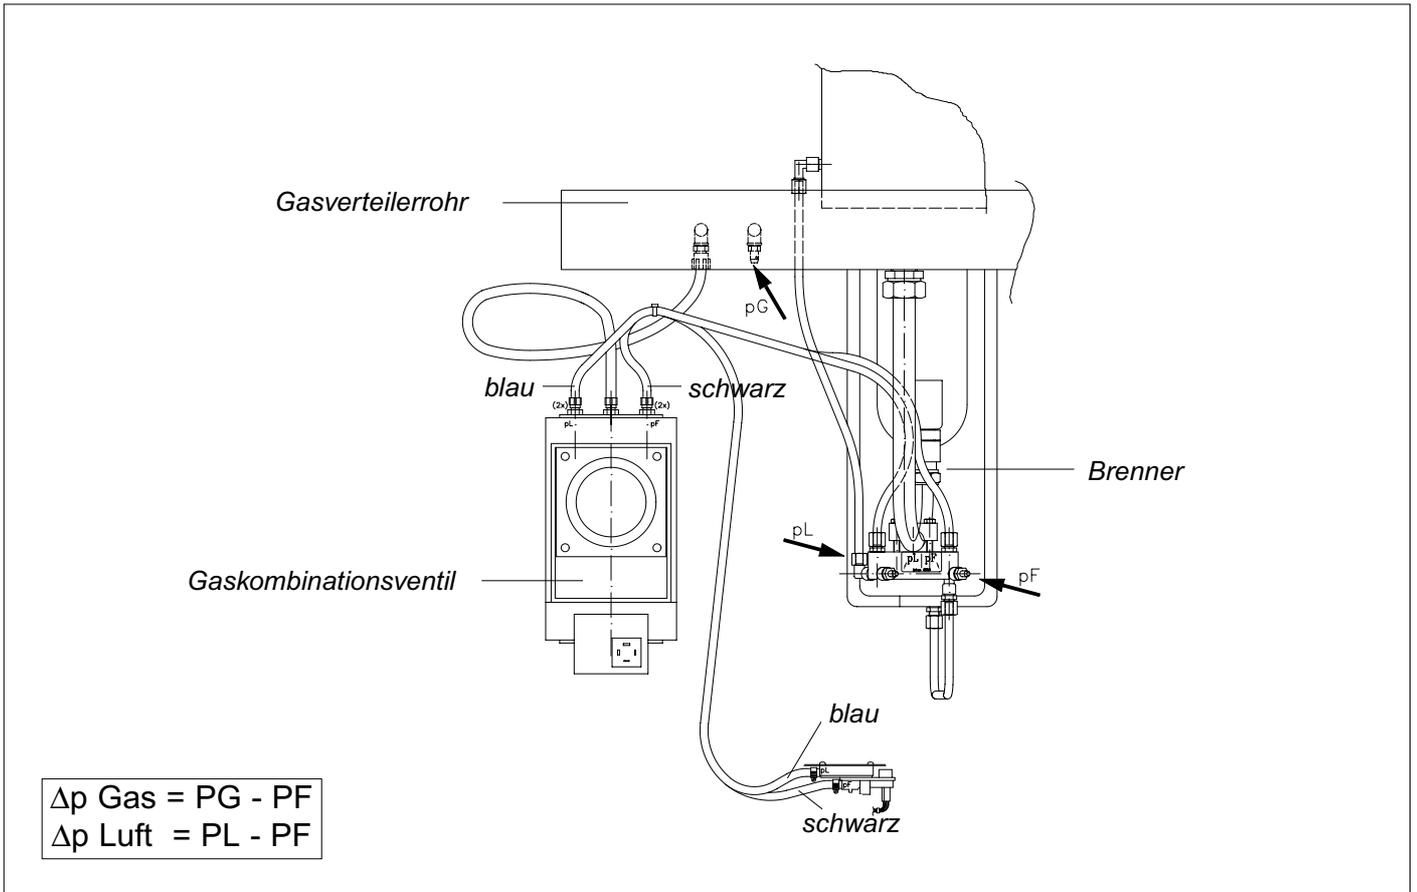

Bild 14 Messpunkte Druckdifferenz pro Modul
14. Testen Sie jetzt den Öffnungsdruck vom Gasventil. Schliessen Sie ein Druckdifferenz-Messgerät auf den Messpunkten  $p_G$  und  $p_F$  (siehe Bild 14) an. Gashaupthahn öffnen und Gasleitung ausgiebig entlüften. Zündübertrager von der Zündelektrode abnehmen. Drücken Sie einige Male auf die '⬆'-Taste bis Sie das Menü mit der Wahlmöglichkeit 'Serviceeinstellungen' erreichen und wählen Sie
- b) Überprüfen Sie die Differenz zwischen Brennerdruck und Mischkammerdruck ( $\Delta p$  Gas), die zwischen den Messpunkten PF und PG (Siehe Bild 14) gemessen werden muss (mit dem Tabellenwert auf Klebeschild vergleichen).
- b) Überprüfen Sie die Differenz zwischen Brennerdruck und Mischkammerdruck ( $\Delta p$ Gas), die Zwischen die Messpunkten PF und PG (Siehe Bild 14) gemessen werden muss. Wenn während der Kontrolle der unter a) und b) genannten Punkte eine grosse Abweichung fest gestellt wird, kann diese durch Drehen des N-Reglers korrigiert werden. Das CO2-Gehalt soll sich dabei im Toleranzbereich halten, der am Kessel angegeben ist.